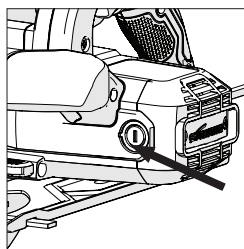

Fig. 17
- Desenrosque los tapones de plástico situados en la parte trasera de la carcasa del motor. (**Fig. 17**) Tenga cuidado, ya que los tapones están colocados a presión mediante un muelle.